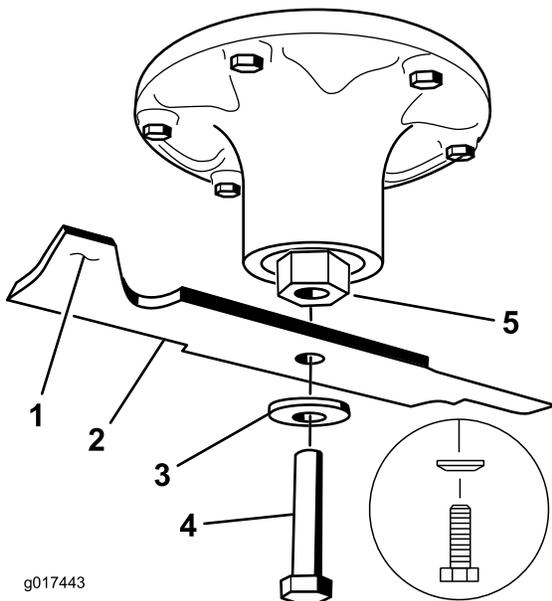

Figura 79
2. Retire del eje el perno de la cuchilla, la arandela curva y la cuchilla (Figura 79).
- Instale la cuchilla en el eje (Figura 79).
- Instale la arandela curva y el perno de la cuchilla (Figura 79).